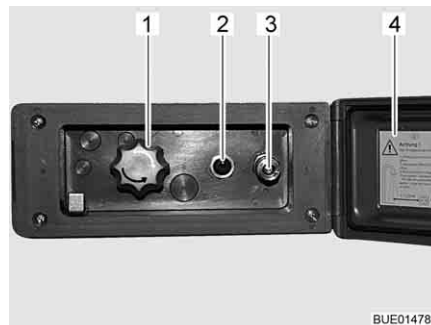

Bild 141 Duschanslutning utsida
- Lås upp och öppna locket (Bild 141,4).
- Anslut ytterduschens slang med snabbkopplingen (Bild 141,3).
- Koppla in vattenpumpen med brytaren (Bild 141,2).
- Ställ in vattentemperaturen enligt önskemål med vredet (Bild 141,1).
- Koppla ur vattenpumpen med brytaren (Bild 141,2).
- Stäng locket (Bild 141,4) och lås det med nyckeln.
- Ställ vredet (Bild 141,1) på mittläget.